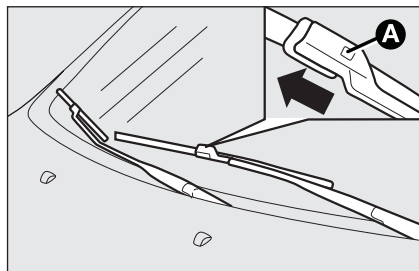

fig. 16
- ☐ appuyer sur l'agrafe **A**-fig. 16 du ressort d'accrochage et enlever du bras le balai;